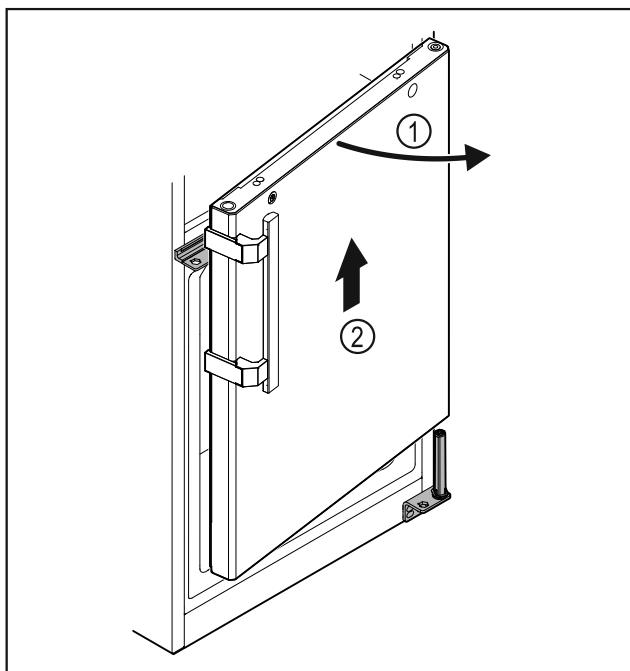

Fig. 33
- Дверцята Fig. 33 (1) трохи відкрити, приблизно на 200 мм підняти прямо вгору і зняти Fig. 33 (2).